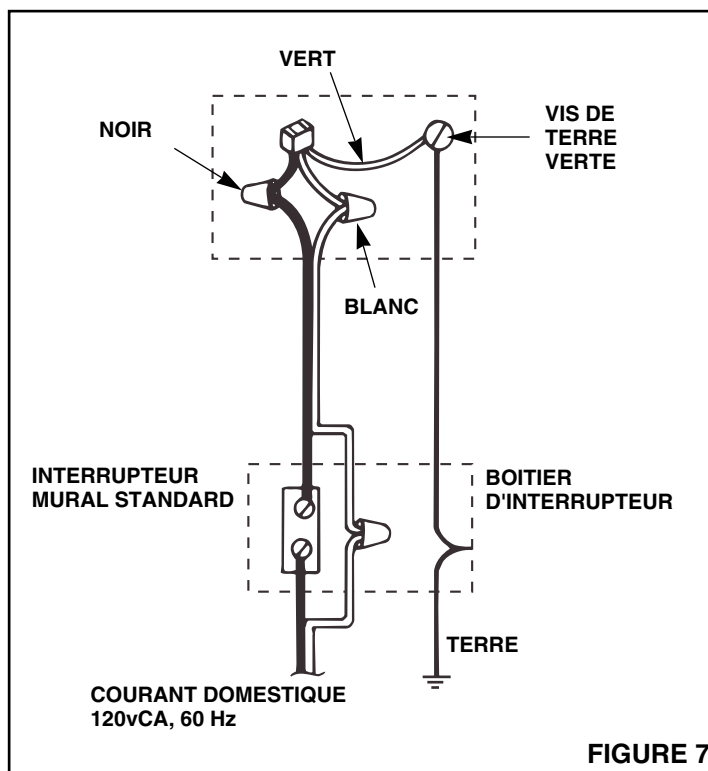

FIGURE 7
3. Voir Figure 7. Raccorder les fils d'alimentation aux fils du ventilateur: le noir avec le noir, le blanc avec le blanc. Raccorder le fil de terre à la vis de terre verte.